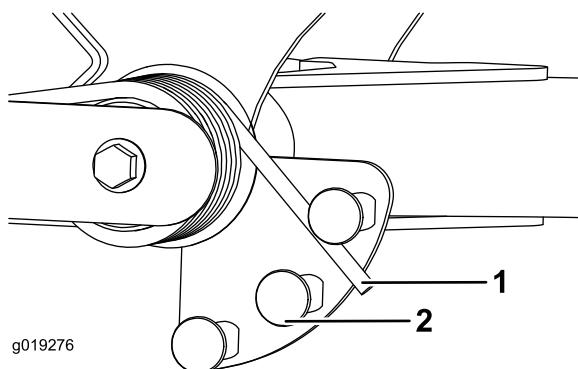

Figura 53
- Coloque un tubo u otro objeto similar sobre el extremo largo del muelle y gírelo alrededor del actuador del muelle a la posición deseada (Figura 53).